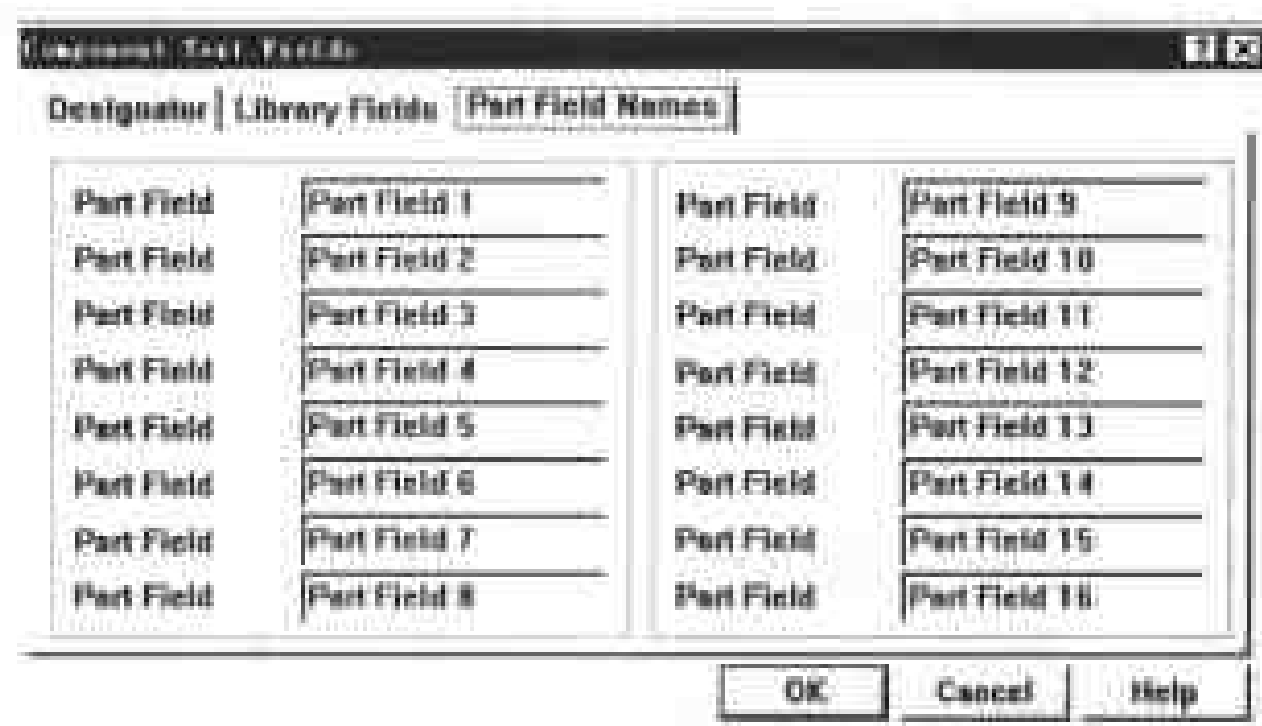

图 3-8 Part Field Name 选项卡
3) Part Field Names 选项卡。如图 3-8 所示, 它共有 16 个栏, 用户可根据自己的需要进行必要的设置, 每个数据栏中最多能够输入 255 个字符。在绘图页中使用该元件时, 可以看到这些数据的内容。